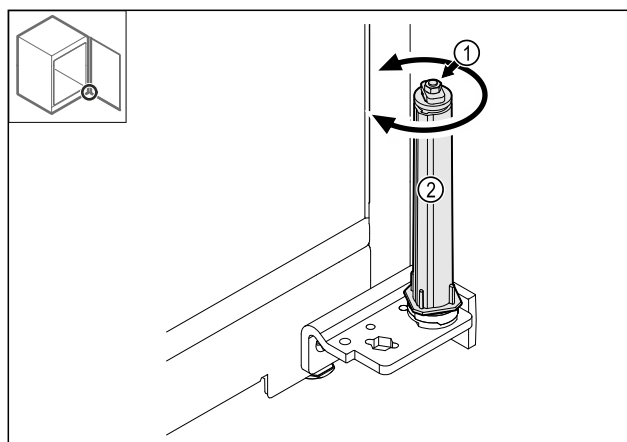

Fig. 40
- ▶ Nu dezasamblați îmbinarea filetată Fig. 40 (1) a sistemului de închidere.
- ▶ Rotiți sistemul de închidere Fig. 40 (2), până când face clic.